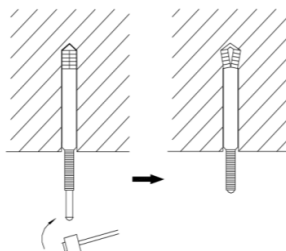

Рис. 4.3
(2) Вставить анкерные болты в отверстия; молотком полностью забить анкер (рис. 4.3).